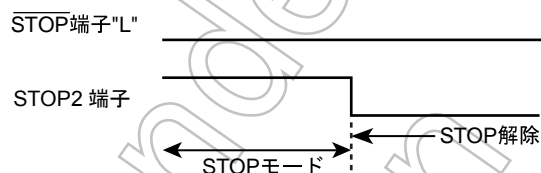

図 14-2  $\overline{\text{STOP}}$  端子と STOP2 端子の優先順位
- 注 5) STOP2 入力によって STOP モードを解除する ("L" レベル) 場合は、STOP モード中  $\overline{\text{STOP}}$  端子を必ず "L" レベルに固定してください。(図 14-2)